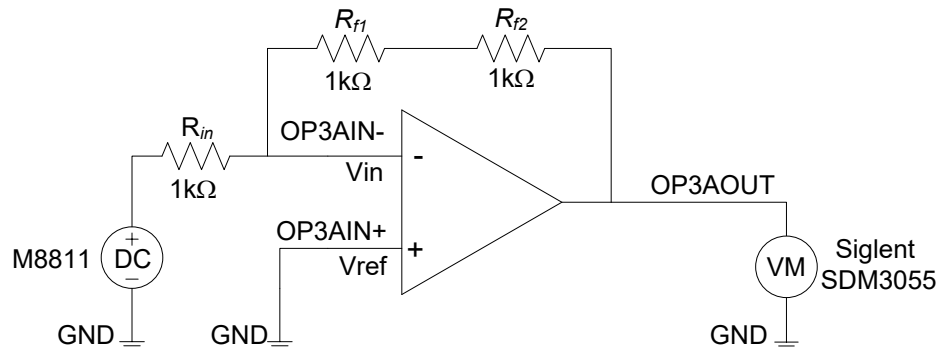

Рис. 2 Інвертуючий підсилювач із коефіцієнтом «2»
- 3.1. На основі операційного підсилювача OP3A розміщеного в області OPAMP TYPE III BASIC зібрати інвертуючий підсилювач із коефіцієнтом підсилення «2» рис. 2. Коефіцієнт розраховується за формулою: